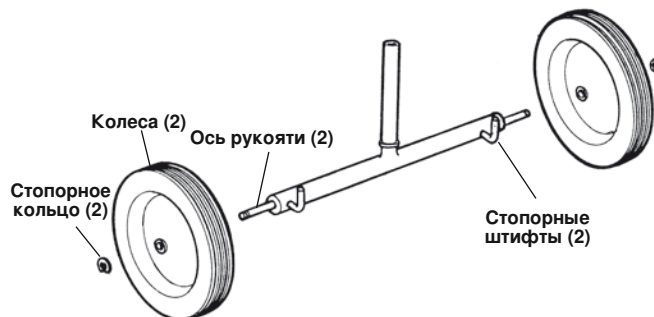

Рис. 27 — Транспортер № 32 в сборе
1. При необходимости соберите транспортер № 32 (см. рис. 27).